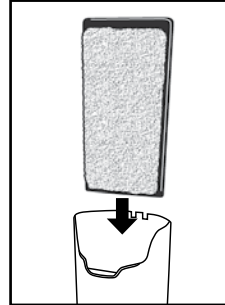

Fig. 1
1. Soulevez le couvercle du filtre. Rincez la cartouche à l'eau du robinet, puis placez-la dans le filtre (Fig. 1).